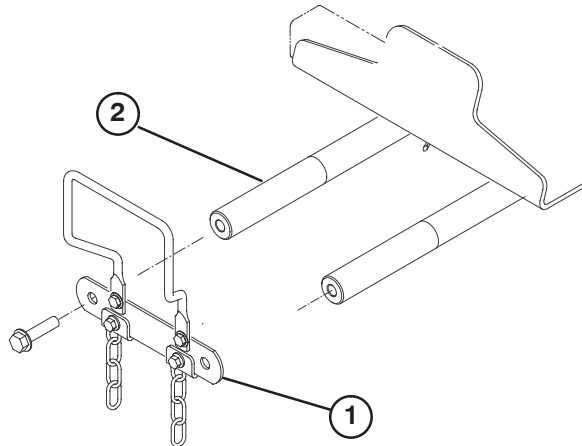

Bild 8
1. Nehmen Sie die beiden Kopfschrauben ab, mit denen der Gelenkschaftanschluss des Hubsarms an den Gelenkschaften des Hubarms befestigt ist. Nehmen Sie den Gelenkschaftanschluss und die Kopfschrauben ab und bewahren Sie diese auf (Bild 8).